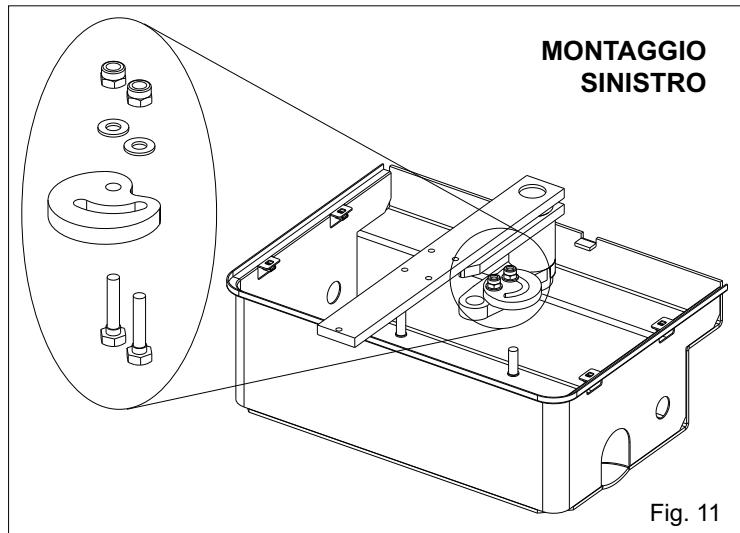
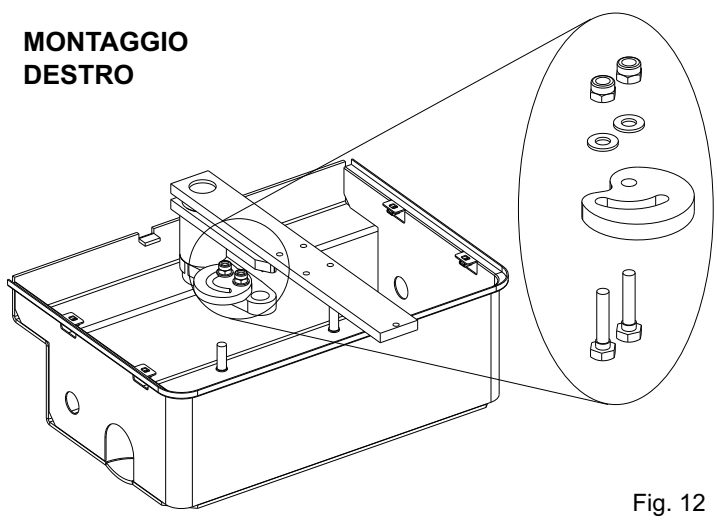

Fig. 11
Fig. 12
2.7. Inserire la camma di finecorsa all'assieme manovella e fissarla con le apposite viti (montaggio sinistro Fig. 11, montaggio destro Fig. 12)